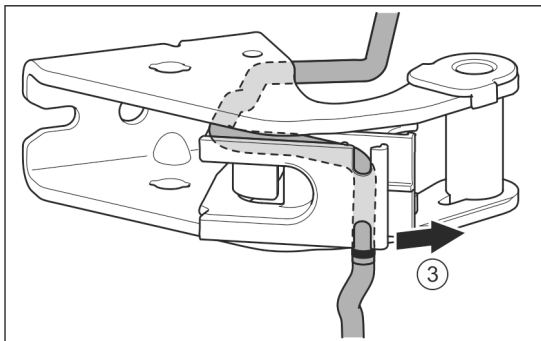

Fig. 25
- ▶ Kabel uit de geleiding losmaken. Fig. 25 (3)